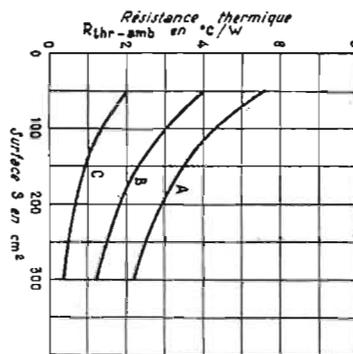

Fig. 6
Les courbes de la figure 6 montrent que la résistance thermique d'un radiateur est :
- directement proportionnelle à la différence de température entre le milieu ambiant et le radiateur lui-même. La ventilation forcée maintient la température ambiante à une valeur pratiquement constante. Les courbes de la figure 6 donnent la résistance thermique $R_{thr-amb}$ entre radiateur et l'air ambiant (en ordonnées) en fonction de la surface S du radiateur, en cm^2 (en abscisses) pour les trois cas correspondant à des présentations différentes du radiateur :